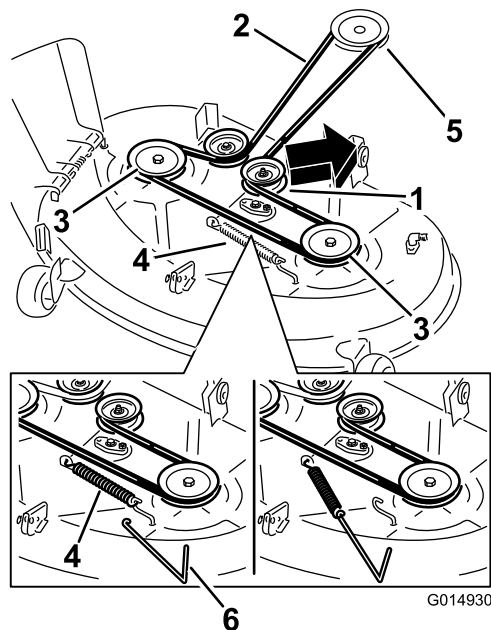

Figure 69
5. À l'aide d'un outil de dépose de ressort (réf. Toro 92-5771), décrochez le ressort du crochet sur le tablier pour détendre la poulie de tension et déchaussez la courroie des poulies (Figure 69).
6. Acheminez la courroie neuve autour des poulies du moteur et du plateau de coupe (Figure 69).
7. À l'aide d'un outil de dépose de ressort, accrochez le ressort au crochet sur le plateau pour tendre la poulie de tension et la courroie de plateau de coupe (Figure 69).